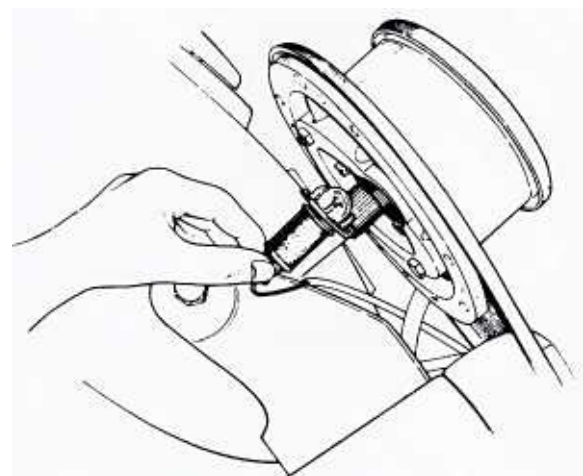

Bild 222
- Als Drehzahlmesser wurde ursprünglich der Typ RSM 3005-11 (A) mit Übersetzung 3:1 und Drehbewegung im Uhrzeigersinn eingebaut. Er wurde später durch den Typ RSM 3033/14 ersetzt. Falls man kein passendes Ersatzinstrument findet, lohnt sich die Nachfrage bei Triumph.
- Diese Instrumente sasssen in einem Gummiring in einem Halter, der an der oberen Gabelbrücke befestigt war. Ausbau und Einbau bereiten keine Schwierigkeiten. Die Beleuchtungslampen werden von unten in die Instrumente eingesteckt (Bild 222). Ersatzgummibänder für die Montage muss man sich eventuell bei Haushaltgeräteherstellern besorgen.